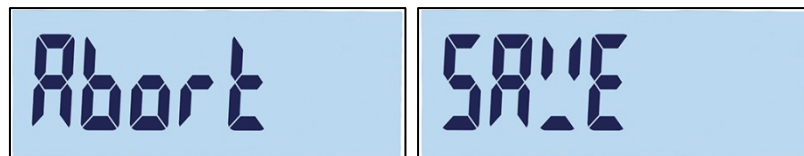

Abbildung 3-3: Meldung beim Verlassen des Setups
1. Drücken Sie die Taste  oder , wenn Sie sich auf der obersten Menüebene befinden (F1, F2 usw.). Es erscheint eine Meldung mit der Frage, ob Sie den Vorgang abbrechen oder die Änderungen speichern möchten, siehe Abbildung 3-3.